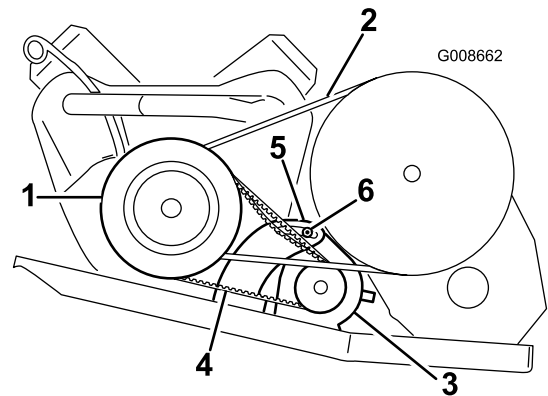

Figura 47
2. Afloje la tuerca del pivote del generador de arranque (Figura 47).
4. Inclíne el motor de arranque en la ranura hasta que la correa se desvíe 6 mm aplicando una fuerza de 44 N (Figura 47).
5. Apriete la tuerca del generador de arranque y retire la palanca (Figura 47). Apriete la tuerca a 88–115 Nm.